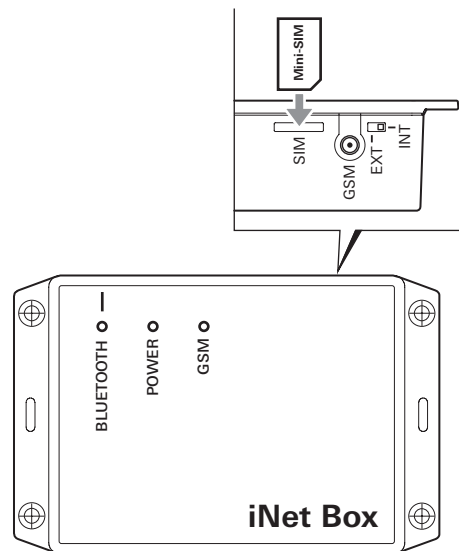

Figure 3 – carte mini-SIM
– Insérer la carte mini-SIM comme représenté dans l'illustration (figure 3) dans l'emplacement « SIM » jusqu'à ce qu'elle s'enclenche.